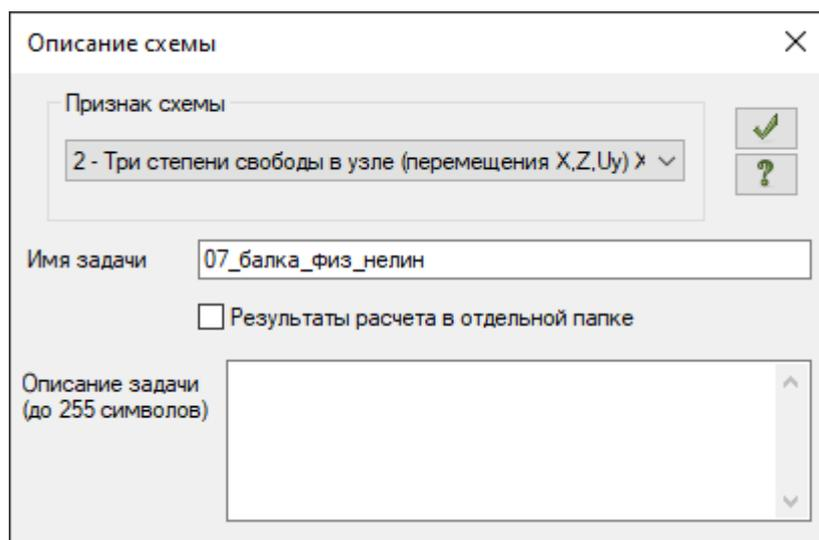

Рис.7.7. Диалоговое окно **Описание схемы**
- В появившемся диалоговом окне **Описание схемы** (рис.7.7) задайте следующие параметры: